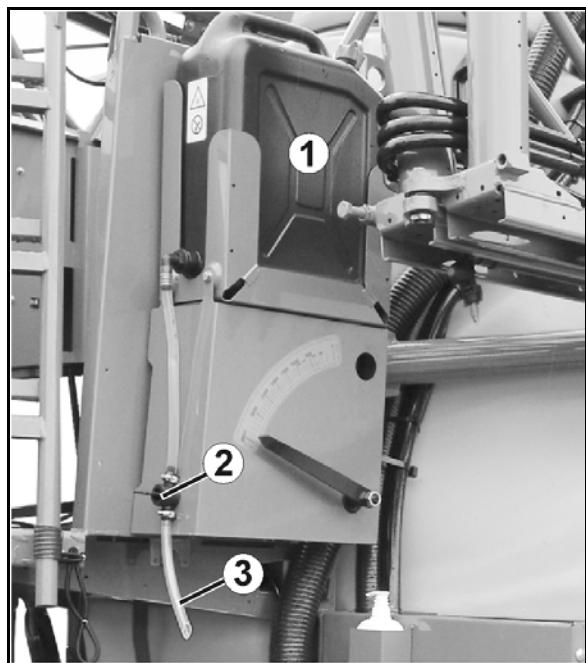

Fig. 67
- det lukkede klapplokket trykkes ned (Fig. 67).